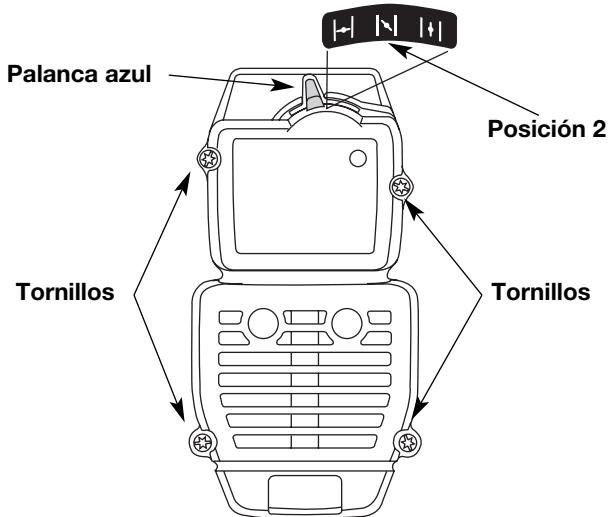

Fig. 23
NOTA: La palanca azul debe estar en Posición 2 (Fig. 23) para sacar la cubierta del silenciador / filtro de aire.
2. Inserte los cuatro (4) tornillos en los orificios de la cubierta del silenciador / filtro de aire (Fig. 23) y ajústelos. No los ajuste demasiado.